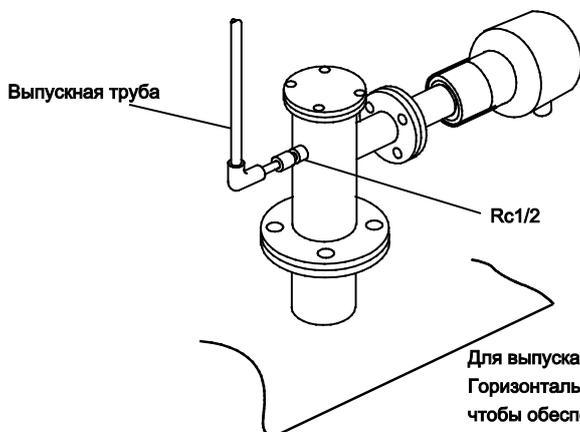

Рисунок 4.6 Выпускная труба
- При использовании датчика при высоких температурах и невозможности установить трубы для газа сравнения, поместите трубы в выпускное отверстие для измеряемого газа (пробы) на адаптере зонда для высоких температур, так, чтобы отбираемый газ уводился подальше из области расположения датчика (Смотрите Раздел 4.1.4, Рисунок 4.6 «Выпускная труба»).